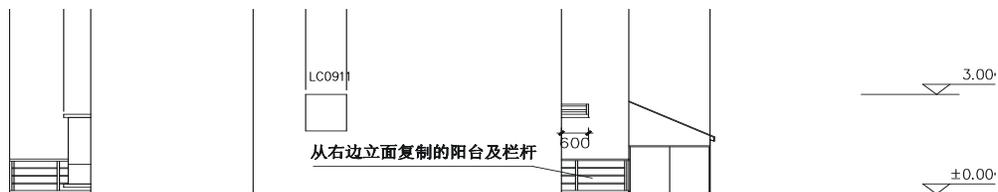
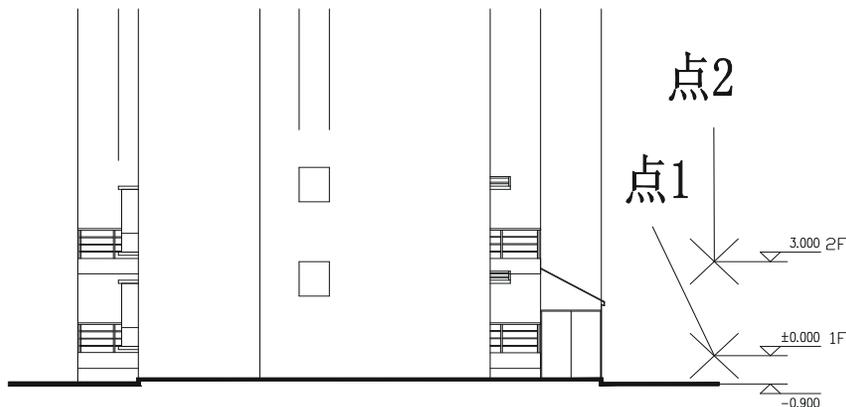
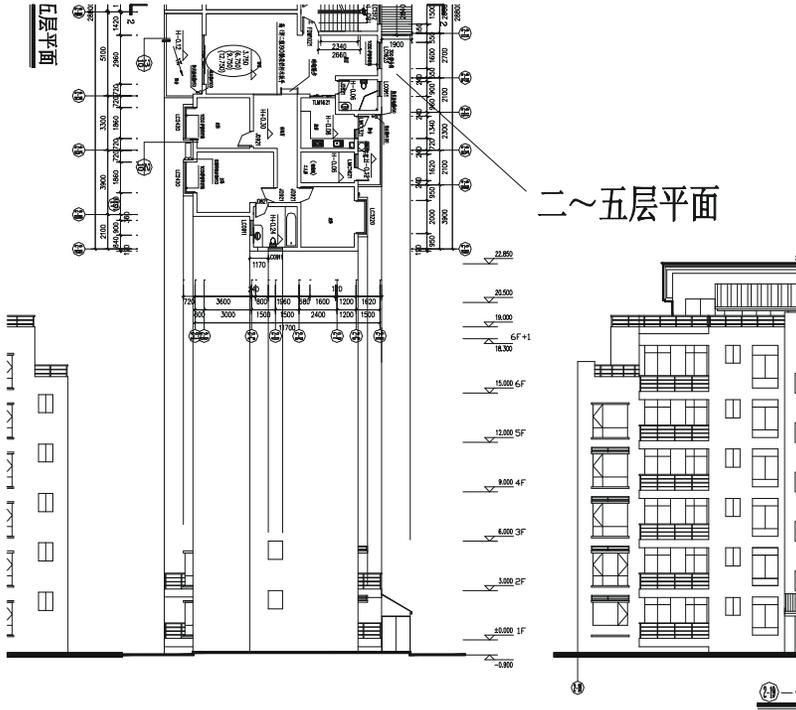

图 12-1-60
图 12-1-61
图 12-1-62
**STEP 17** 参照第 (15) (16) 步操作, 复制右边 ②-B—②-1 立面上的阳台及栏杆, 放在侧立面上的相应位置, 并对其进行修剪, 如图 12-1-60 所示。
**STEP 18** 使用复制命令 COPY 将如图 12-1-60 所示的首层立面图的窗、阳台、栏杆等一起复制一份放在第二层, 复制时以楼层标高线为基准, 如图 12-1-61 所示, 其具体操作步骤如下:
// 按 F3 键打开捕捉功能, 单击点如图 12-1-61 所示中的点 1, 接着再单击点 2
**STEP 19** 使用复制命令 COPY 将二~五层的平面图复制一份, 并使用旋转命令 ROTATE (RO) 将其旋转-90°, 再使用移动命令 MOVE 对齐到如图 12-1-61 所示的立面, 如图 12-1-62 所示。